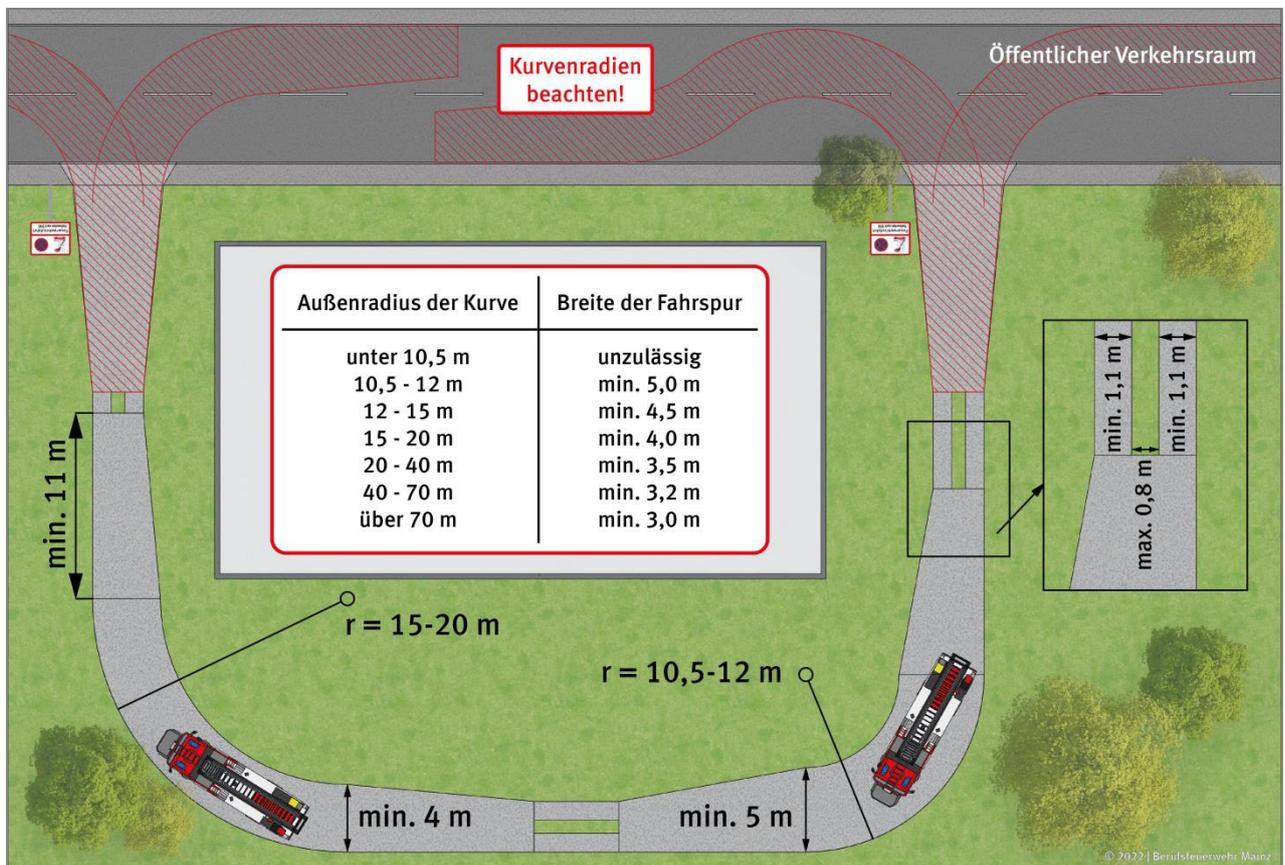

Bild 04: Abmessungen von Kurven und Fahrspuren
4.1 Das Befahren von Kurven in Zu- oder Durchfahrten ist für Feuerwehrfahrzeuge gewährleistet, wenn die den Außenradien zugeordneten Mindestbreiten nicht unterschritten werden. Dabei müssen vor und hinter Kurven auf einer Länge von mindestens 11 m Übergangsbereiche vorhanden sein (siehe: Bild 04).